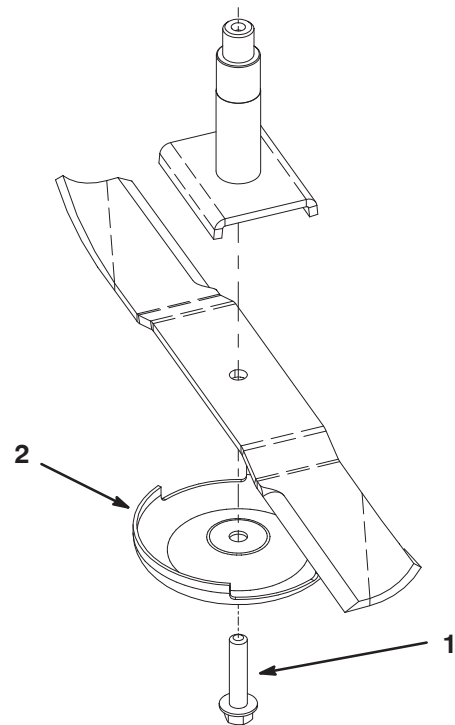

Bild 32
2. Halten Sie das Ende des Messers mit einem stark wattierten Handschuh oder wickeln Sie einen Lappen um es herum. Entfernen Sie die Messerschraube, die Antiskalpierschale und das Messer von der Spindelwelle (Bild 32).